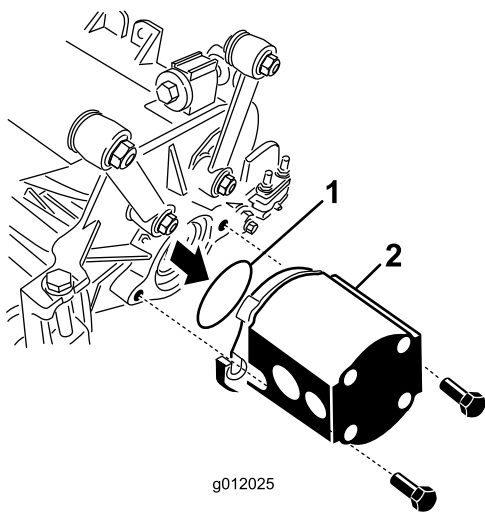

Figura 24
5. Insira o anel de retenção (fornecido com a unidade de corte) no friso do motor de transmissão (Figura 24).
6. Monte o motor na extremidade de acionamento da unidade de corte e fixe-o com os dois parafusos fornecidos (Figura 24) com a unidade de corte.